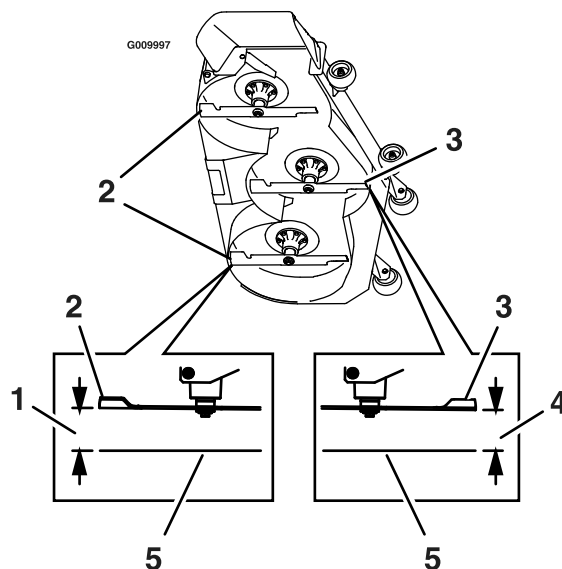

**Figura 81**
7. Mida desde la superficie nivelada hasta la punta delantera de la cuchilla central (**Figura 81**).